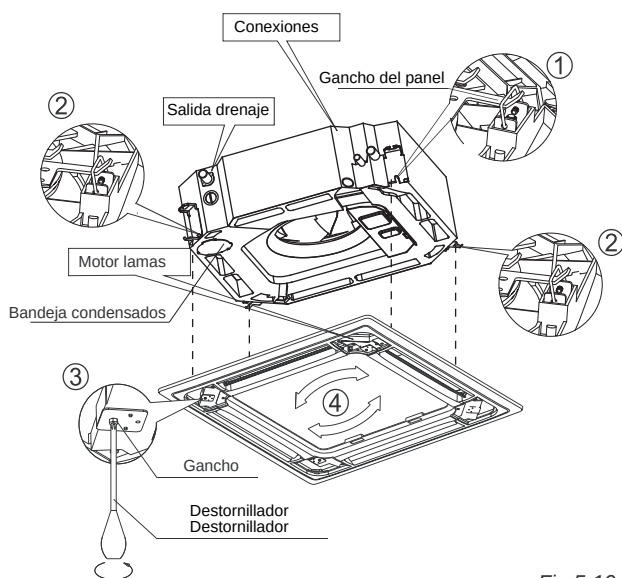

Fig. 5-10
- Alinear el motor de las lamas del panel con la conexión de los tubos del cuerpo (Ver. Fig. 5-10).
- Ajuste los cuatro tornillos de los ganchos del panel para mantener la horizontabilidad del panel (Ver fig. 5-10).
- Regular el panel en la dirección de la flecha tal y como aparece en la Fig. 5-10 para adaptar el centro del panel en el centro del techo. Asegúrese de que los 4 ganchos de las esquinas se fijan correctamente.